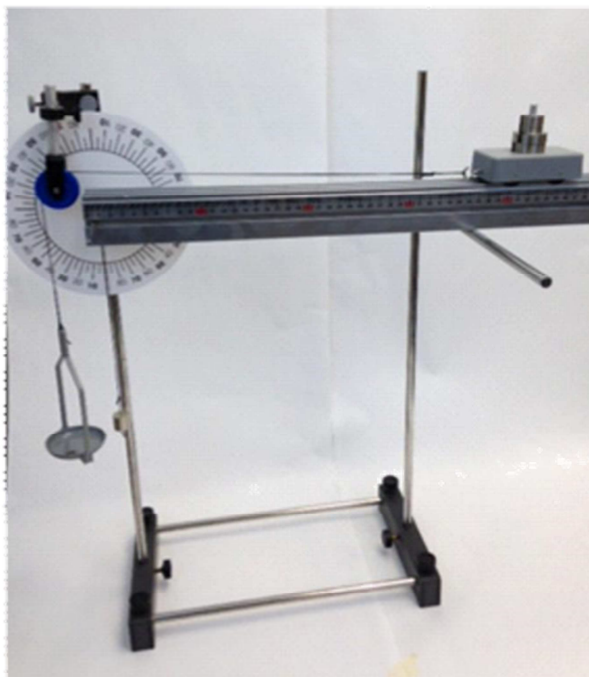

Figura 6-1
1. Configure el aparato como se muestra en la figura 6-1.